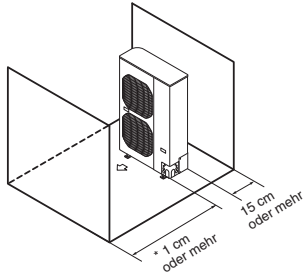

Abb. 2-3
- (2) Hindernisse auf der Vorder- und Rückseite (linke Seite, rechte Seite und Oberseite sind frei). (Abb. 2-3)